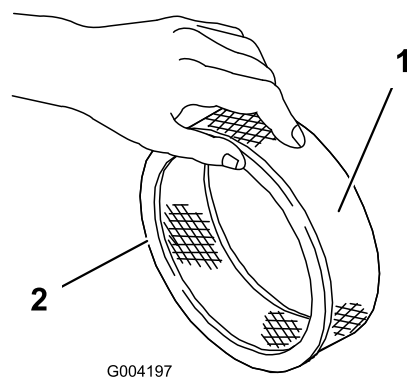

Рисунок 45
5. Осмотрите бумажный фильтр на наличие разрывов, масляной пленки или повреждений на резиновом уплотнении (Рисунок 45).
1. Осторожно наденьте фильтр предварительной очистки из вспененного материала на бумажный элемент (Рисунок 45).